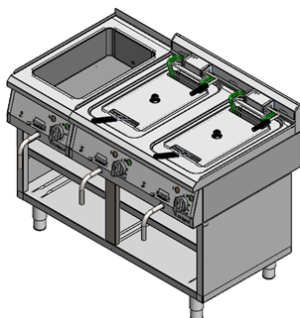

Figure 4. Exemple de disposition des appareilsposables (bain-marie simple 9720000 et friteuse double 9726000) sur un meuble bas neutre ouvert (9704300)
régler un appareil posable et l'immobiliser en vissant ensemble le meuble avec l'appareil posable, comme indiqué sur la figure 4. Afin d'y parvenir :
- combinaison de deux appareils : un de largeur 400 mm avec un de largeur 800 mm (comme sur la Fig.4),